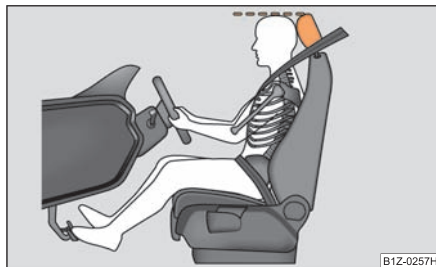

Fig. 162 Reglarea corectă a înălțimii tetierei
- Reglați tetierele astfel încât marginea superioară a tetierei să se afle la aceeași înălțime cu partea superioară a capului dvs. ⇒ fig. 162.
- Reglați tetierele astfel încât marginea superioară a tetierei să se afle la aceeași înălțime cu partea superioară a capului dvs. ⇒ pagina 149, fig. 162.